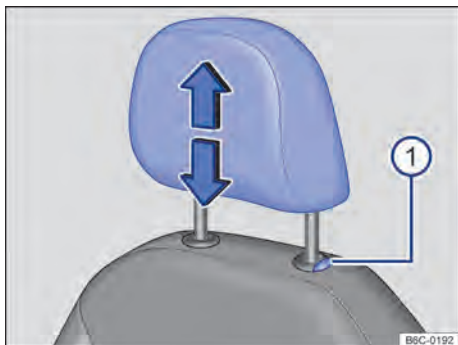

Fig. 67 Apoio para cabeça dianteiro: desinstalar.
- Retirar o apoio para cabeça com o botão → Fig. 67 pressionado.
- Empurrar o apoio para cabeça totalmente para baixo com o botão → Fig. 67 pressionado.